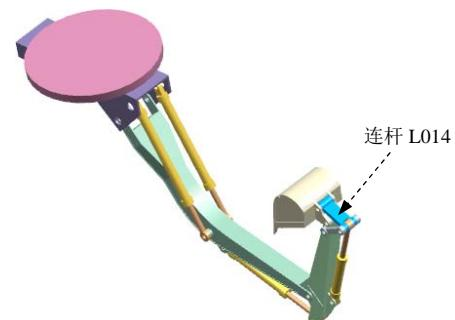

图 10.8.15 定义连杆 L014
(14) 定义连杆 L014。选取图 10.8.15 所示的零件为连杆 L014，在“连杆”对话框中单击**应用**按钮。